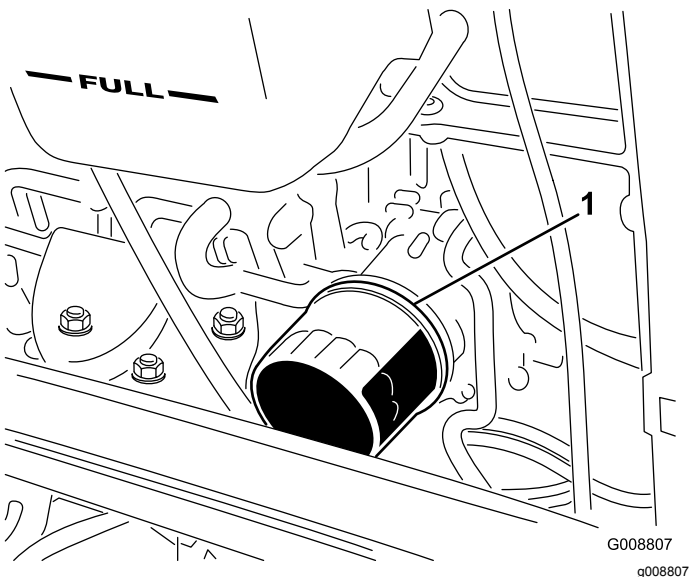

Figura 54
4. Togliete il filtro dell'olio (Figura 54).